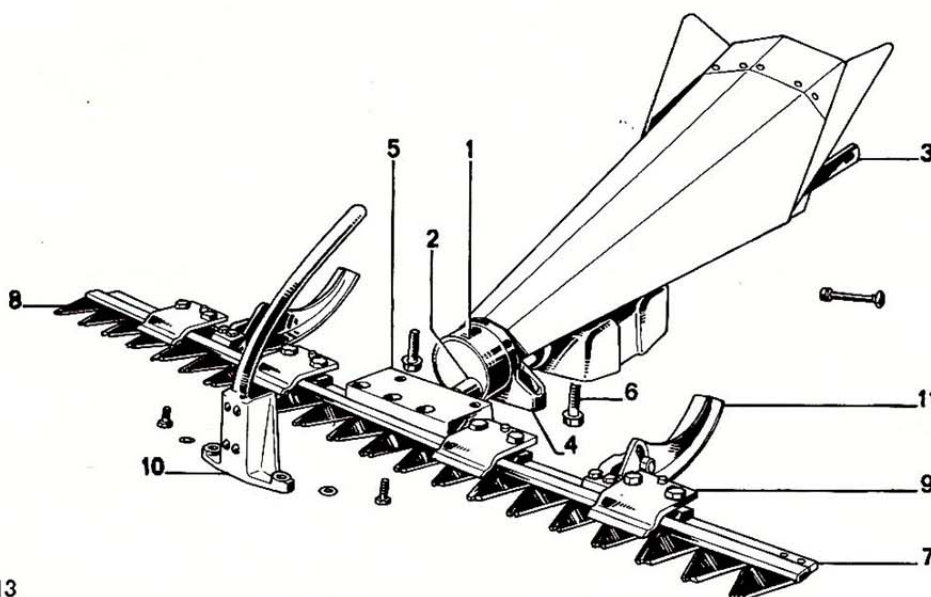

Fig. 13
a) **Mécanisme de barre de coupe** (fig. 13)
b) **Barre de coupe de 1,10 m** (fig. 13)